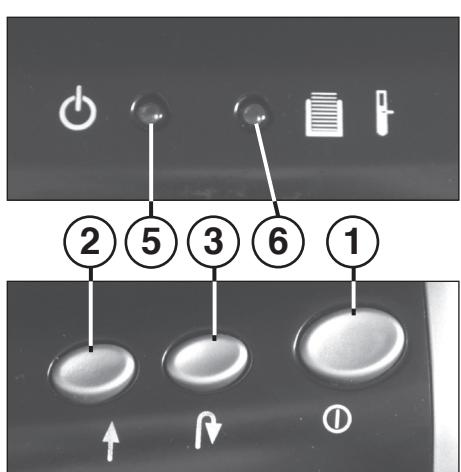

Fig. 1
- 1 = Pulsante „Pronto funzione“ (Fig. 1)**
- 2 = Tasto avanti (Fig. 1)**
- 3 = Tasto indietro (Fig. 1)**
- 5 = Led di controllo „Pronto funzione“ (Fig. 1)**
6 = Led di controllo (rosso / giallo) (Fig. 1)
Inserire la macchina tramite il pulsante (1) (Fig. 1). Il LED di controllo (5) (Fig. 1) si accende.
Se il contenitore di raccolta è pieno di carta, la macchina si spegne. Viene emesso un segnale acustico. Il LED di controllo (6) (Fig. 1) si accende (rosso).
- Estrarre il contenitore di raccolta (9) con il vassoio (10) dall'alloggiamento inferiore.
- Il segnale acustico viene disattivato. Il LED di controllo (6) (Fig. 1) si spegne.
Aver cura di disinnestare l'apparecchiatura di notte (premere l'apposito pulsante (1) (Fig. 1)).
Sollecitando il motore oltre i limiti avviene il blocco. Il LED di controllo (6) (Fig. 1) si accende (giallo). Disinserire la macchina tramite il pulsante (1) (Fig. 1).